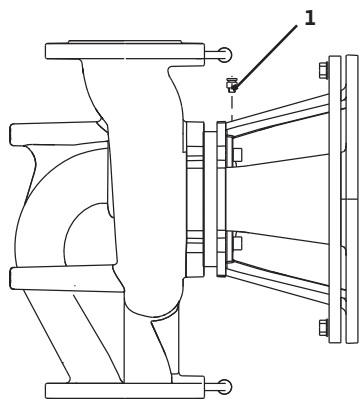

Fig. 43：排气阀
- 松开排气阀（Fig. 43，位置 1）使水泵排气。干转会损坏水泵的机械密封。不允许将压差传感器排气（有造成损坏的危险）。